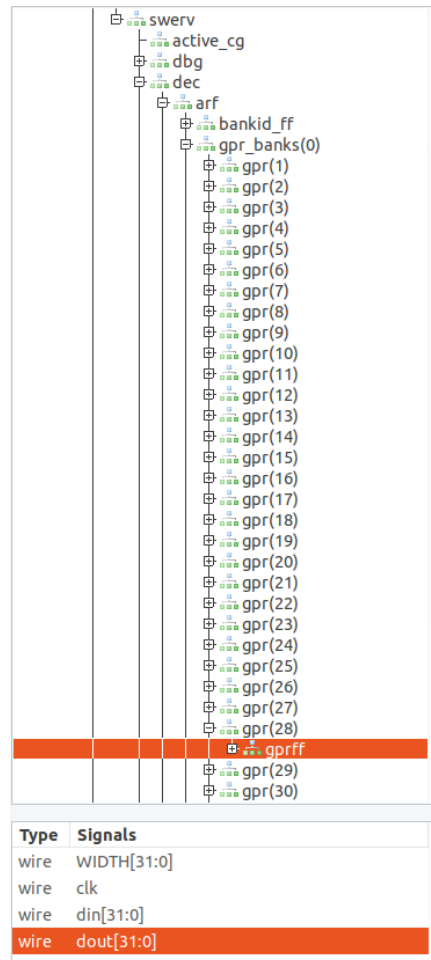

Figura 87. Adicionar o sinal `dout[31:0]` ao gráfico
11. Agora adicione o sinal que contém o valor do registo `t3` (i.e., registo número 28, `x28`). Expandir a hierarquia em **swerv** para **dec** → **arf** → **gpr_banks(0)** → **gpr(28)** e clicar no módulo **gprff** (será realçado como mostra a figura seguinte), selecione o sinal `dout[31:0]` (que mostra o conteúdo do registo `x28`, usado no exemplo *AL_Operations.S*) e arraste-o para o painel preto Waves (Figura 87).